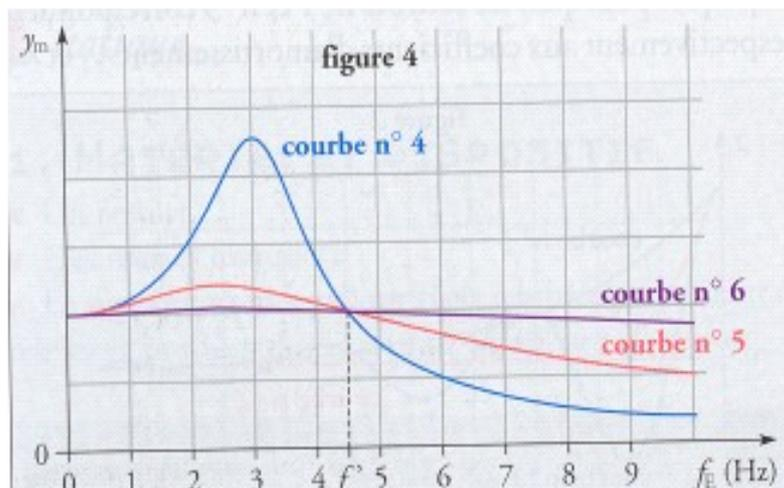

figure 3
- c) L'amplitude  $Y_E$  de l'excitation sinusoïdale est maintenue constante. La figure 3 donne les courbes représentant l'amplitude  $y_m$  des oscillations de la caisse en fonction de la fréquence  $f_E$  de l'excitation pour les trois valeurs du coefficient d'amortissement données dans la partie I. Pourquoi l'amplitude  $Y_E$  doit-elle être maintenue constante?